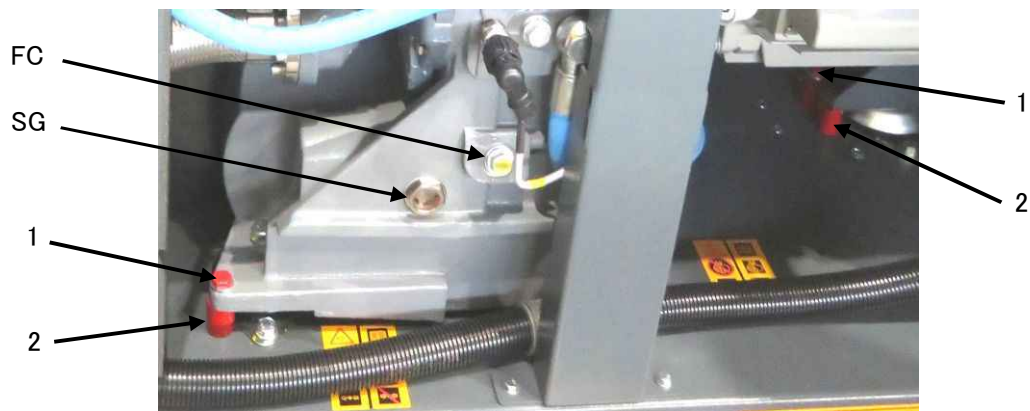

図5.1 輸送用固定金具(ギアケーシングとコンプレッサモータ)
- 4) オイル量を油量計(図5.1-SG)でご確認ください。液面が油量計の中央を上回っていればオイル量は適量です。下回っている場合は、専用ギアオイルを給油口(図5.1-FC)から補給してください。
- 1) 正面パネルを取り外して、オイル量を油量計(図5.1-SG)でご確認ください。液面が油量計の中央を上回っていればオイル量は適量です。下回っている場合は、給油口(図5.1-FC)より専用ギアオイルを補給してください。